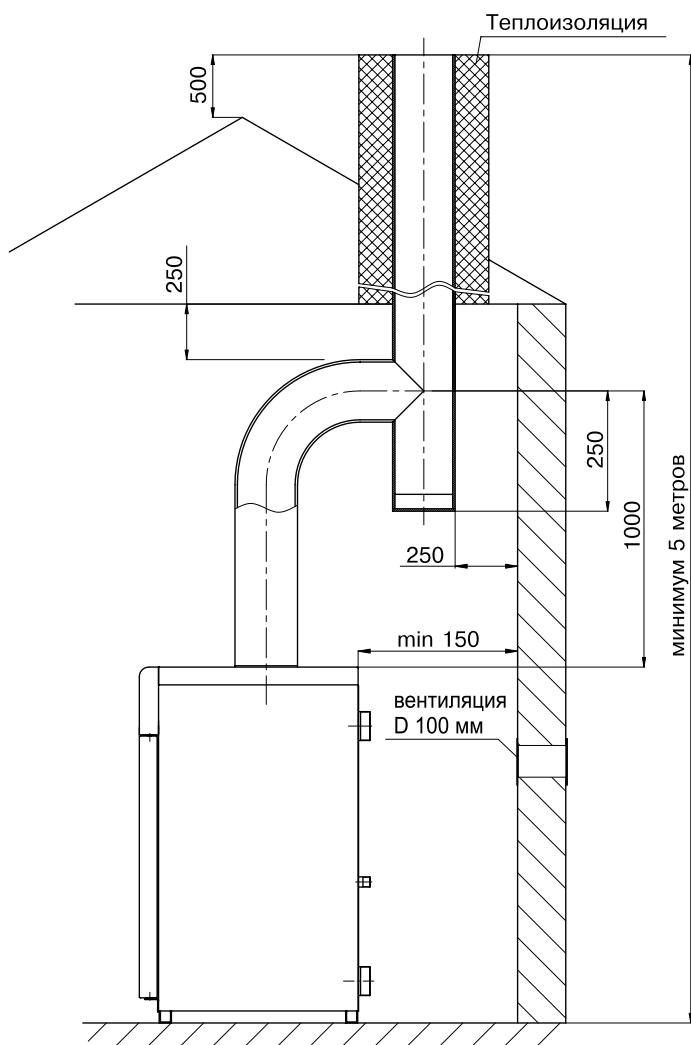

Рис. 4.
- 6.10. Устройство дымохода, к которому подключается котел, должно соответствовать СП42-101-2003 «Общие положения по проектированию и строительству газораспределительных систем» (см. рис. 4).